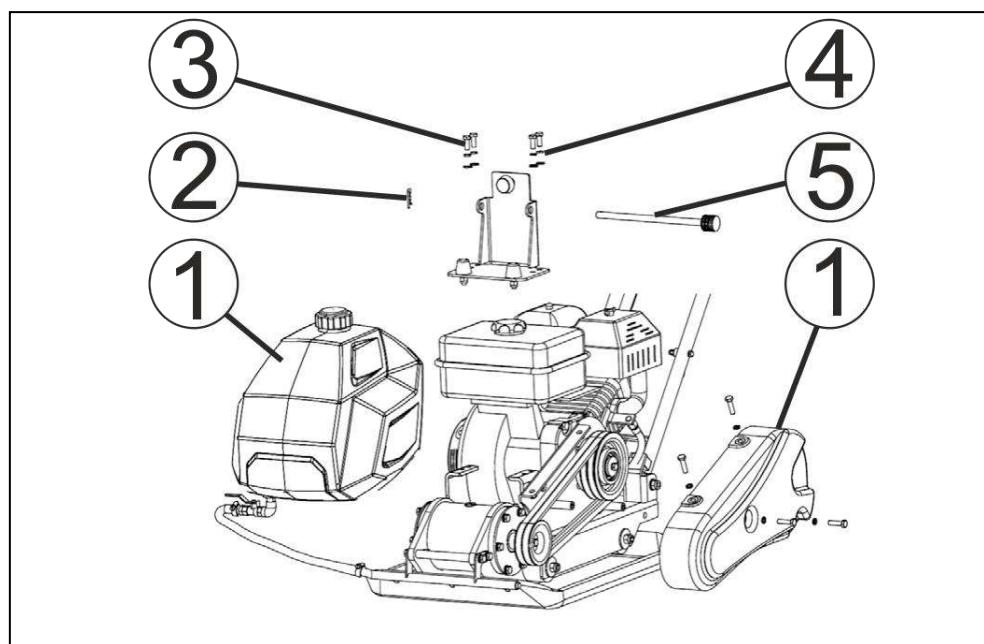
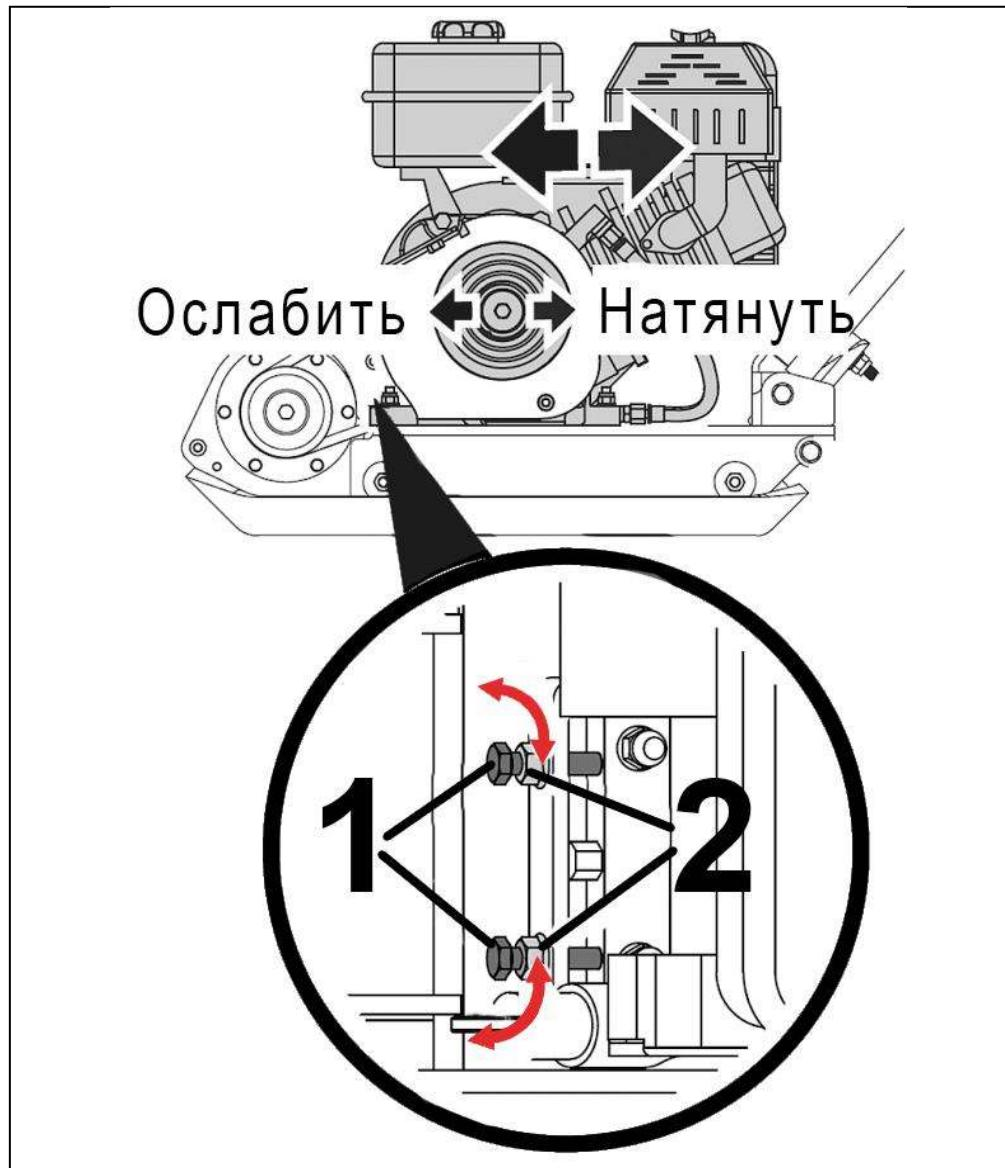

Рис. 22. Частичный разбор для обслуживания ремней.
Рис. 23. Регулировка натяжения ремней.
- для моделей с баком - извлечь шпллинт (2), вытянуть шток (5), снять бак (1) для воды и отложить его в сторону (Рис. 22);
- открутить болты (3) крепления кронштейна (4) и снять кронштейн (4) с рамы виброплиты;
- для натяжения ремней ослабьте затяжку гаек (2), после чего закрутите болты (1) натяжного устройства (Рис. 23);
2. Снять бак для воды и отложить его в сторону (Рис. 22).
3. Открутить болты крепления и снять кронштейн бака с рамы виброплиты (Рис. 22).